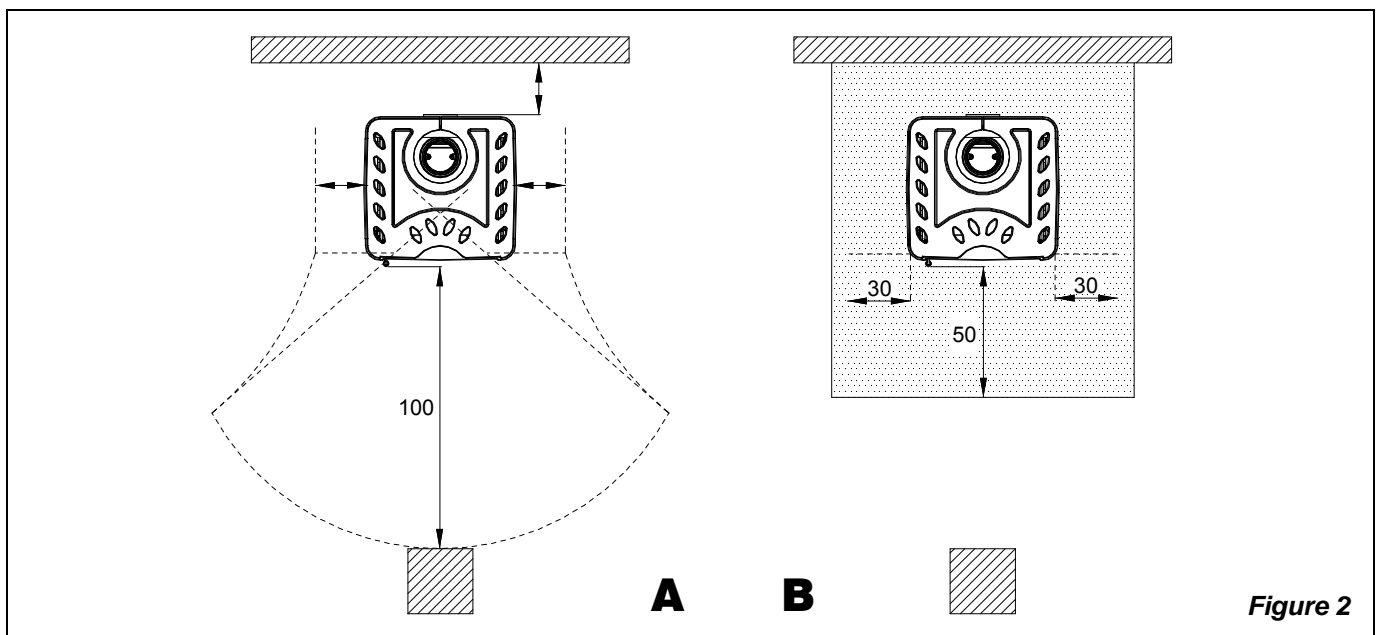

Figure 2
- pour assurer une isolation thermique suffisante, respecter la distance minimale de sécurité entre le poêle et les éléments de construction et objets inflammables et sensibles à la chaleur (meubles, revêtements en bois, tissus, etc.) (voir Figure 2 A). **Toutes les distances minimales de sécurité sont indiquées dans l'étiquette du produit et on il NE FAUT PAS descendre au-dessous des valeurs indiquées.**
- si le produit est installé sur un sol de matériau inflammable, prévoir une base ignifuge. **Les sols composés par matériaux inflammables**, comme moquette, parquet ou liège etc., **doivent être remplacés** par une couche de matériel pas inflammable, par exemple céramique, pierre, vitre ou acier etc.. (dimensions selon les dispositions régionales). Le fond de sol doit dépasser d'au moins **50 cm**. la partie frontale, et d'au moins **30 cm**. sur les côtés de l'ouverture de la porte de chargement. (Figure 2 B)